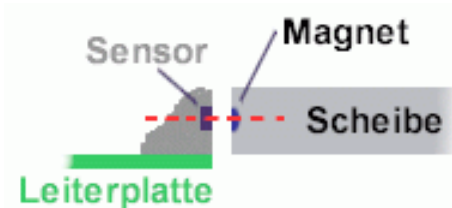

Abbildung 4 Korrekte Ausrichtung von Magnetring und Sensor.
- Zuletzt den Magnetring auf die Lichtmaschinenachse aufschieben, die Madenschrauben in dem Magnetring aber noch nicht festziehen. (Bild 4)
- Dabei darauf achten, dass sich die Magnete in dem Magnetring auf Höhe des Sensors befindet, siehe Abbildung 4.